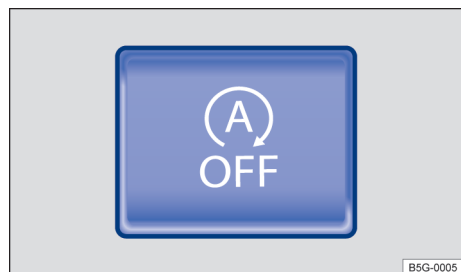

Fig. 91 En la consola central: botón del sistema Start-Stop (según versión del vehículo).
- Presione la tecla  en la consola central → **fig. 91 O** en la pantalla de la radio para desactivar el sistema manualmente.
- Presione la tecla  en la consola central → **fig. 91 O** en la pantalla de la radio nuevamente para activar el sistema manualmente.